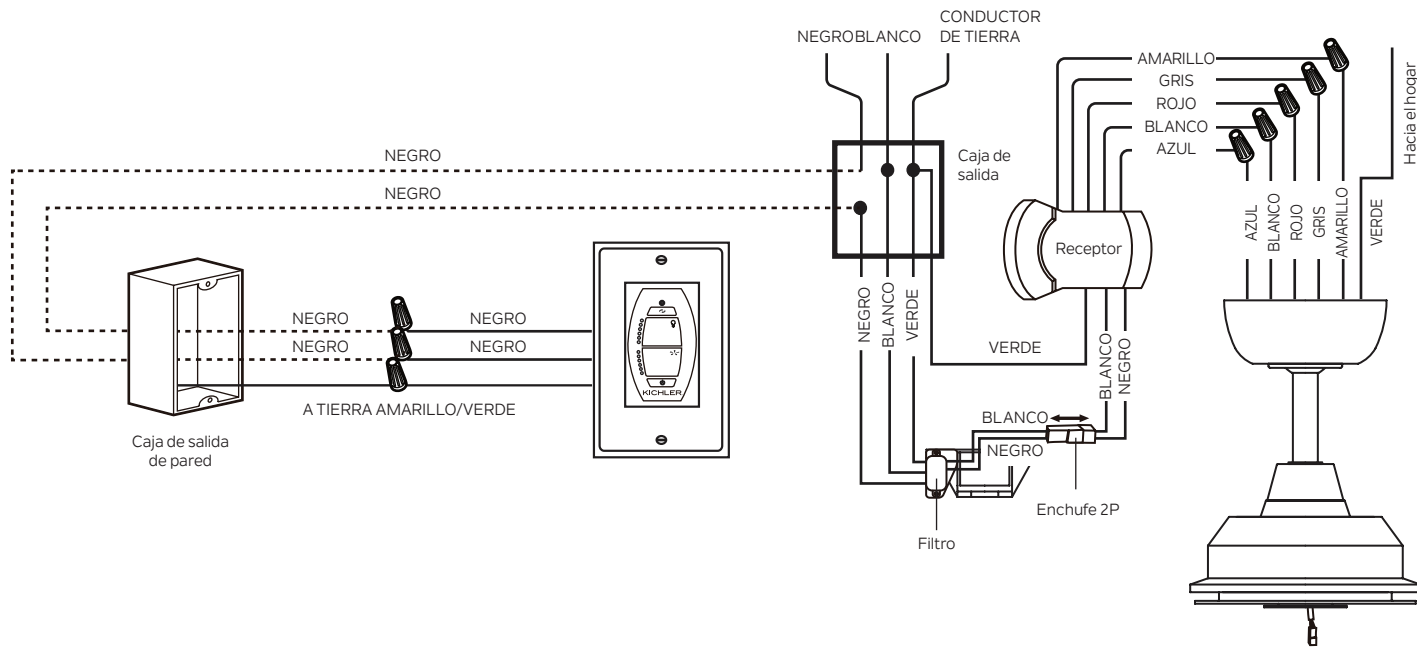

Figura 13
Realice cada una de las conexiones de cables ilustradas en la Figura 13. Asegure cada una con las tuercas para cables proporcionadas.
**Paso 1.** Conecte el cable azul del ventilador (motor) al cable azul del receptor. Conecte el cable blanco del ventilador (motor) al cable blanco del receptor. Conecte el cable rojo del ventilador (motor) al cable rojo del receptor. Conecte el cable gris del ventilador (motor) al cable gris del receptor. (Figura 13)
**Paso 1.** Enganche los enchufes de conexión de cable 2-P del receptor y el filtro: Negro con negro, blanco con blanco. (Figura 13)
**Paso 1.** Cable negro (HACIA EL MOTOR L) del control de pared al cable negro de la caja de salida de pared. (Figura 13)